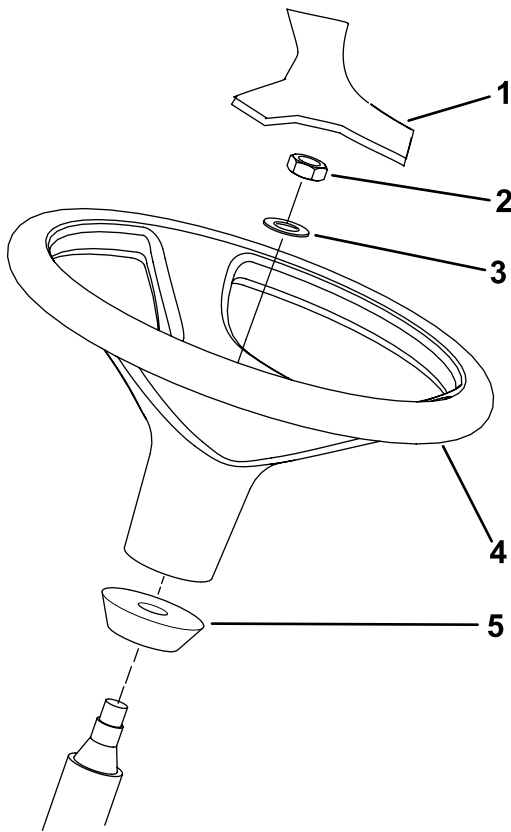

Bild 14
1. Nehmen Sie das Lenkrad von der Versandpalette ab (Bild 14).
**Hinweis:** Stellen Sie sicher, dass der Schaumkragen auf der Lenkwelle verbleibt (Bild 14).
- Ziehen Sie das Lenkrad und die Scheibe auf die Lenkwelle auf (Bild 14).
- Befestigen Sie die Abdeckung am Lenkrad (Bild 14).